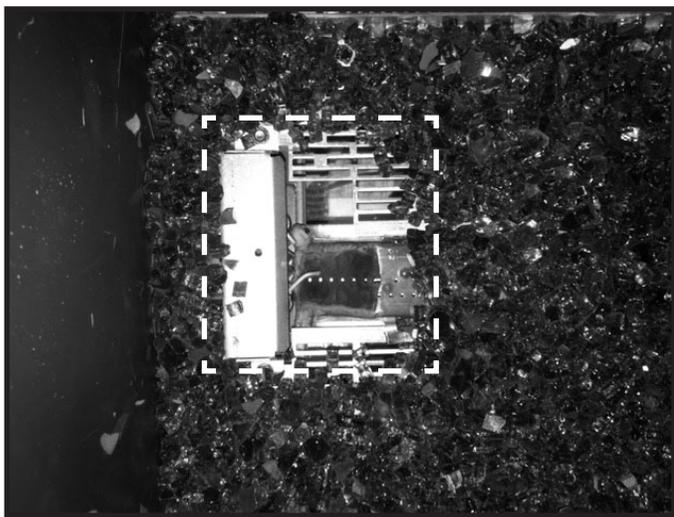
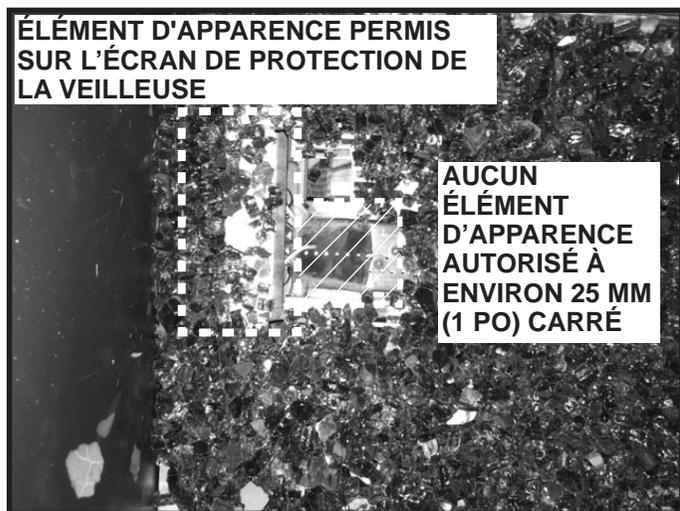

Figure 4. Éléments d'apparence installés avec le support de placement des éléments d'apparence retiré
Figure 5. Installation des éléments d'apparence de l'écran protecteur de la veilleuse.
6. Disposer les éléments d'apparence ronds mis de côté à l'étape 1, sur le protecteur de la veilleuse et les zones non couvertes montrées à la Figure 4 en retirant le support de placement des éléments d'apparence. Voir la figure 4. **Ne PAS laisser d'éléments d'apparence dans la zone de 25 mm (1 po) montrée à la Figure 5.**